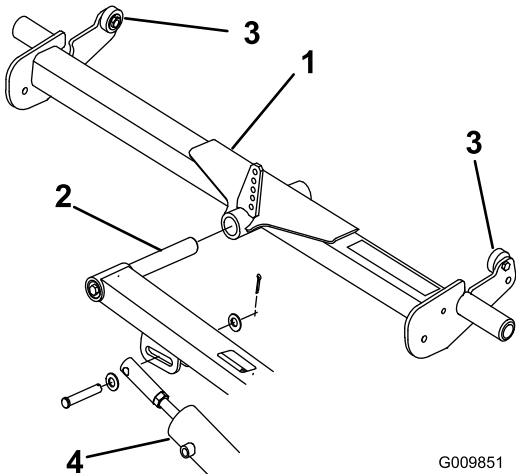

Figure 3
1. Glissez le bâti porteur arrière sur la tige de pivot du bras de relevage arrière (Figure 3). Ne fixez-pas le bâti porteur au plateau de coupe à ce stade.
3. Appuyez sur l'une des extrémités du bâti porteur jusqu'à ce que la butée supérieure opposée touche le dessous du marchepied (Figure 3).
- A. Retirez l'axe de chape qui fixe l'extrémité de la tige du vérin au bras de relevage (Figure 3).
- D. Serrez l'écrou hexagonal et accouplez l'extrémité de la tige du vérin au bras de relevage (Figure 3).